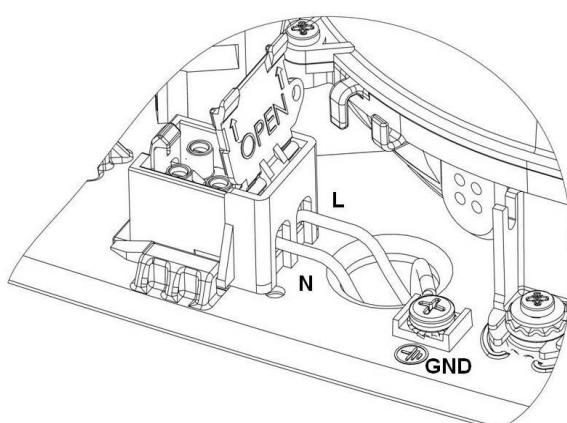

Fig. 5
Die Elektroinstallation wird durch vorbereitete Kabelkanäle vorgenommen (siehe Abbildung 5), wie im Folgenden ausgeführt:
an der Unterseite Ø 22 mm (Ø 0.87“) an, wie in Abbildung 5 zu sehen.
4. Schließen Sie die beiden Phasen (N und L) an die Klemmleiste und das Erdungskabel an die Schraube des Erdungspunktes (Klasse I) an, gemäß Abbildung 5.